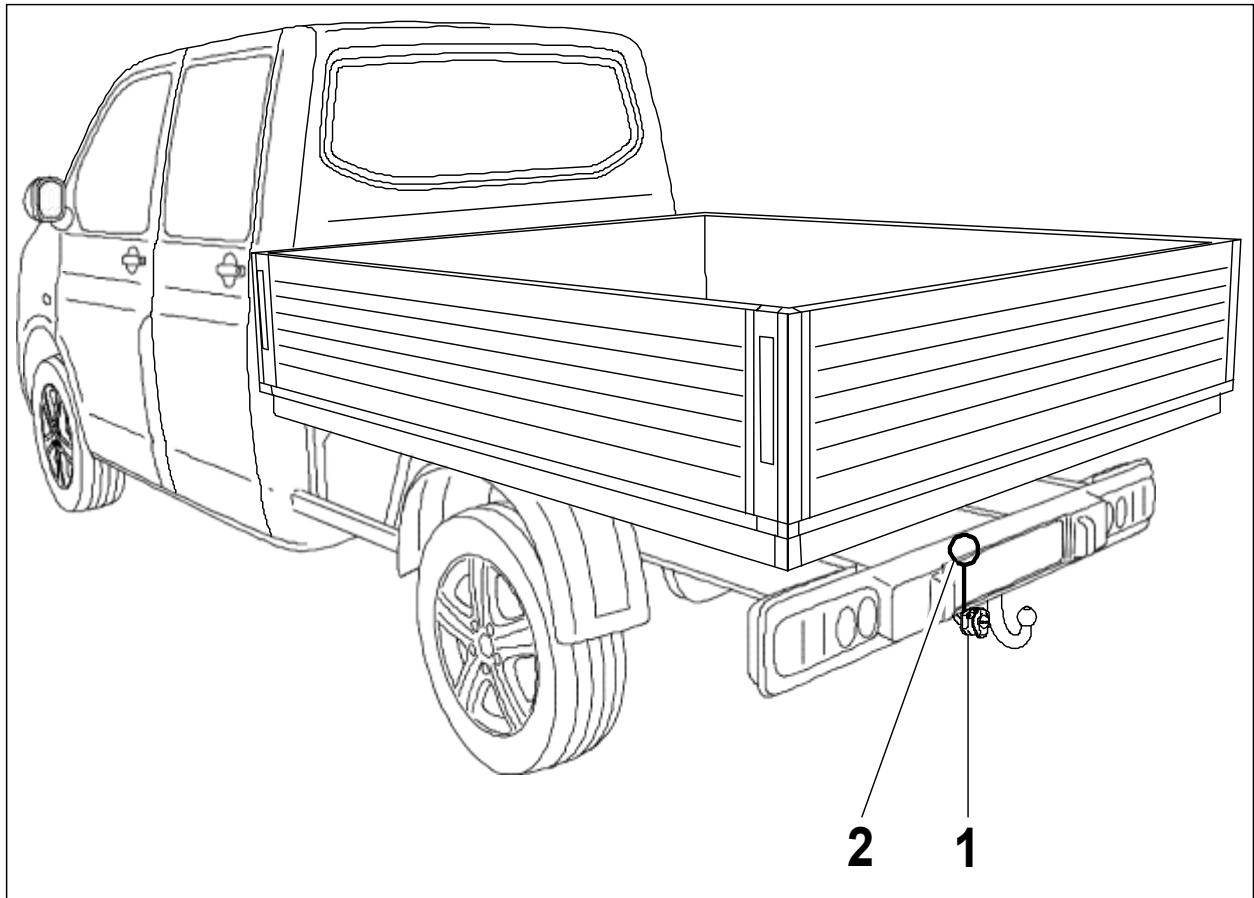

Abb. 1: Einbauübersicht
2. Von der fahrzeugseitigen 2- und 14-pol. Steckverbindung (Abb. 1/2) die beiden Gegenstecker abziehen (werden nicht mehr benötigt) und den 2- und 14-pol. Stecker vom Steckdosenleitungssatz aufstecken und verrasten.
3. Das Mikroschaltergehäuse und den Kontakteinsatz durch das Loch im Steckdosenhalter (Abb. 1/1) führen.
6. Die Steckdose mit den in der Steckdose vorhandenen Schrauben am Querrohr bzw. Steckdosenhalter (Abb. 1/1) festschrauben, Drehmoment max. 2,0 Nm.